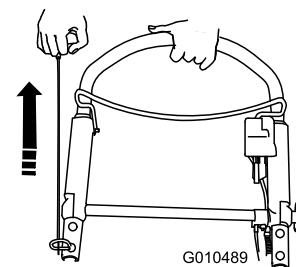

Figure 24
3. Tirez sur la poignée du lanceur (Figure 24).